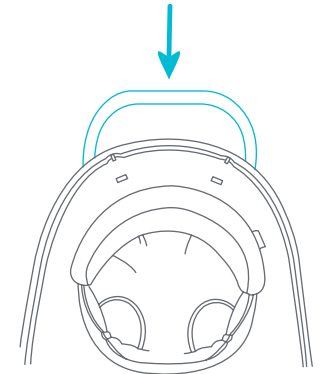

Fig. 8
- 8 • Inserte la manija de empuje en la parte posterior del andador (Fig. 8).